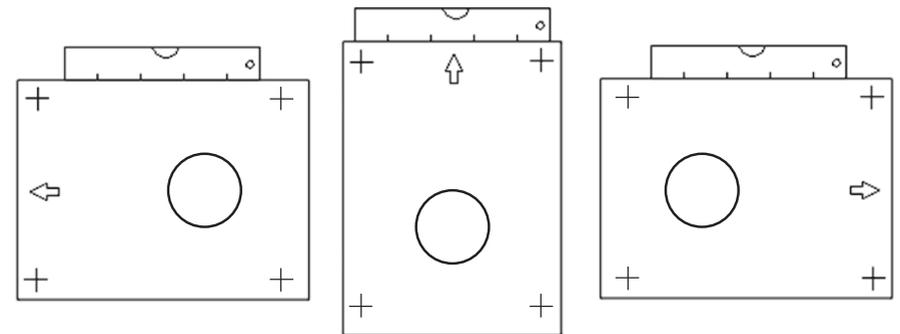

Рис. 3.
- Используя строительный уровень, приложите к стене шаблон для монтажа в правильном положении, которое зависит от выбранного вами расположения прибора на стене (смотри п. «Правила размещения»), как показано на Рис. 3, и наметьте на стене центр канала воздуховода и крепежные отверстия. Уберите монтажный шаблон.